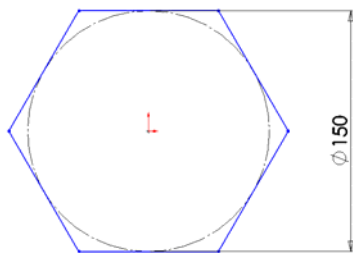

图 10-98 绘制草图
(1) 启动 SolidWorks 2012, 选择菜单栏中的“文件”→“新建”命令, 或者单击“标准”工具栏中的 (新建) 按钮, 在弹出的“新建 SolidWorks 文件”对话框中选择 (零件) 按钮, 然后单击“确定”按钮, 创建一个新的零件文件。
(2) 绘制草图。在左侧的“FeatureMannger 设计树”中选择“前视基准面”作为绘图基准面, 然后单击“草图”工具栏中的 (多边形) 按钮, 绘制一个六边形, 标注六边形的内接圆的直径智能尺寸如图 10-98 所示。